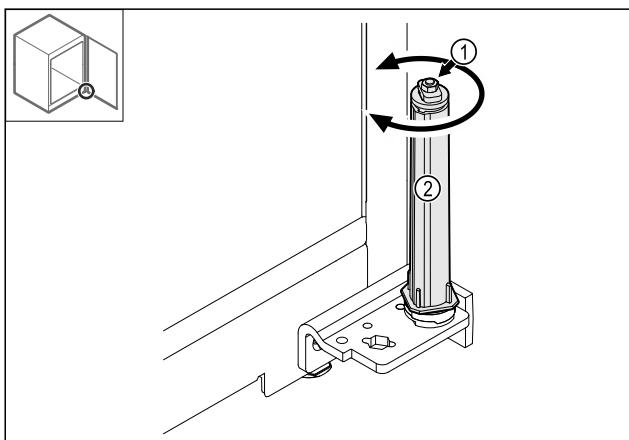

Fig. 41
- Ikke demonter skruforbindelsen Fig. 41 (1) til låsesystemet.
- Drei låsesystemet Fig. 41 (2), til det klikker.